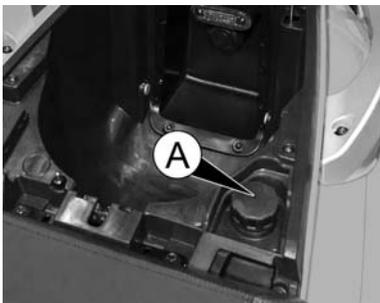

fig. 4
- dévissez le bouchon A fig.4 (couleur verte).